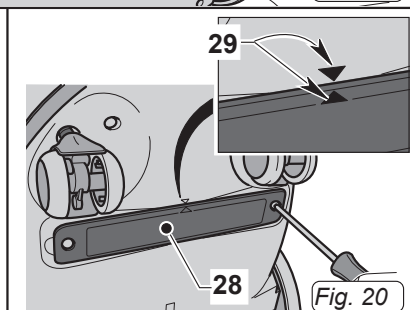

Fig. 20
- Rimontare il tutto procedendo in senso inverso allo smontaggio posizionando correttamente il filtro (28 Fig.20) facendo coincidere le due frecce (29 Fig.20).